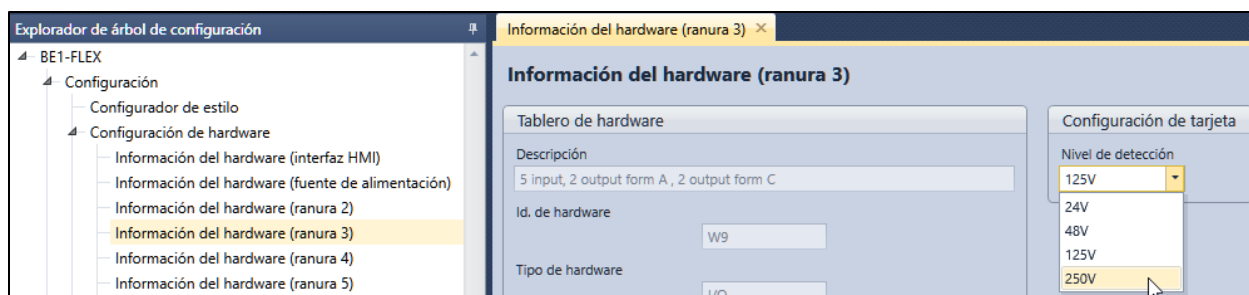

Figura 2-8. Pantalla de información de hardware (ranura)
- Paso 5: Omita este paso si no usa entradas de tensión CC de Detección de contacto húmedo. En el Explorador de ajustes, haga clic en ">" al lado de BE1-FLEX. Esto expande los submenús en el árbol. Haga clic en Configuración de hardware y seleccione Información de hardware para cada ranura con entradas húmedas de CC. Seleccione el nivel de detección adecuado en el menú desplegable Configuración de tarjeta. Consulte Figura 2-8.